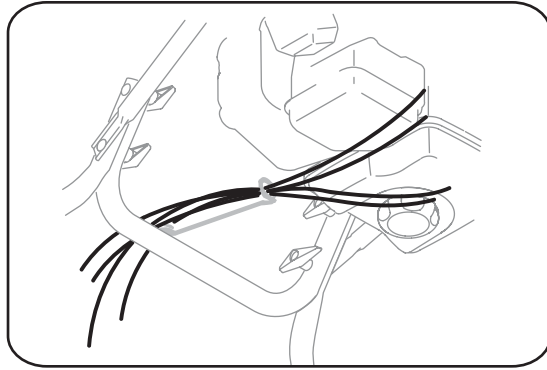

Figure 3-7
- Vérifiez que tous les câbles sont acheminés dans le guide sur la droite de la manivelle de commande de la goulotte. Voir la Figure 3-7.